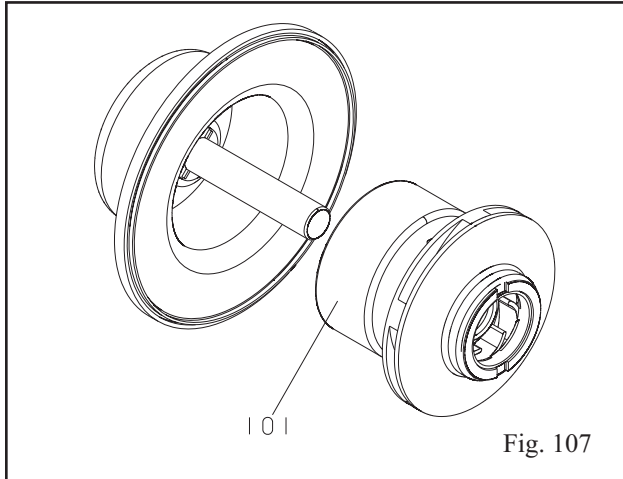

Fig. 107
5. Slide impeller assembly (101) onto shaft (Fig. 107).